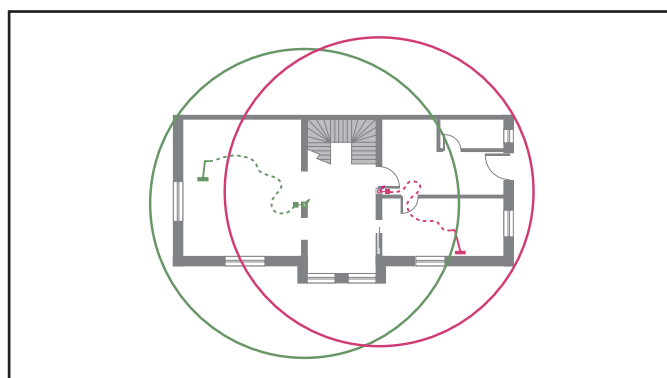

Рис. 3-3
4. Все обрабатываемые площади должны находиться внутри окружностей (рис. 3-3).